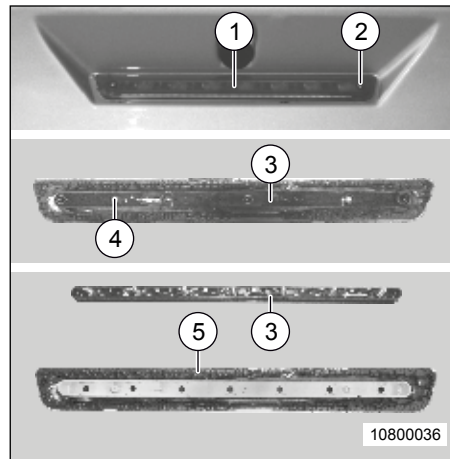

Fig. 127 Troisième feu stop
→ Pour le remontage du troisième feu stop (Fig. 127, pos. 1), appliquer un mastic d'étanchéité frais (Fig. 127, pos. 5).
1. Desserrer les vis (Fig. 127, pos. 2) à droite et à gauche du feu de freinage (Fig. 127, pos. 1)
2. Enlever le feu de freinage (Fig. 127, pos. 1) en y exerçant une légère force (en raison du mastic d'étanchéité).
3. Sur la paroi arrière du feu de freinage, enlever les vis (Fig. 127, pos. 4) sur la baguette en plastique (Fig. 127, pos. 3).
4. Enlever la baguette en plastique (Fig. 127, pos. 3) et remplacer les ampoules.